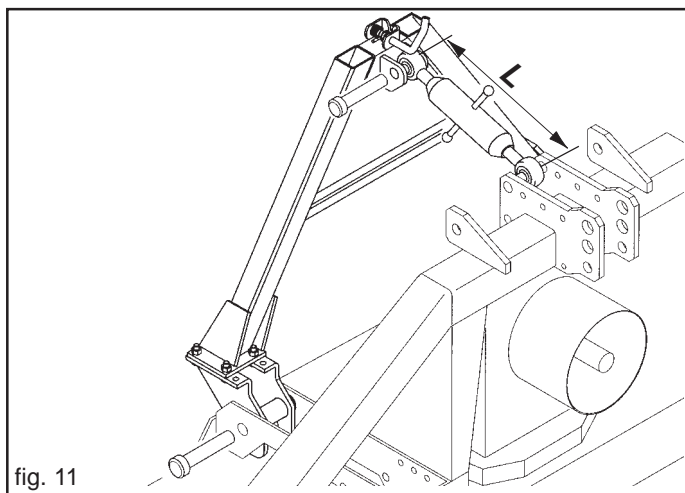

fig. 11
Gemeinsam mit der Sämaschine kann auf Wunsch des Kunden ein Dreieck zum schnellen an und abhängen der Sämaschine an die damit kombinierte Landwirtschaftsmaschine geliefert werden. Dieses Dreieck wird fix auf die Landwirtschaftsmaschine montiert (Abb. 11). Zur Gewährleistung des korrekten Ankuppelns der Sämaschine an die Ausrüstungen MASCHIO (Siehe Seiten 49-50-51) ist die Länge (L) der Drei-Punkt-Spannstange wie auf Abbildung 11 dargestellt einzustellen.